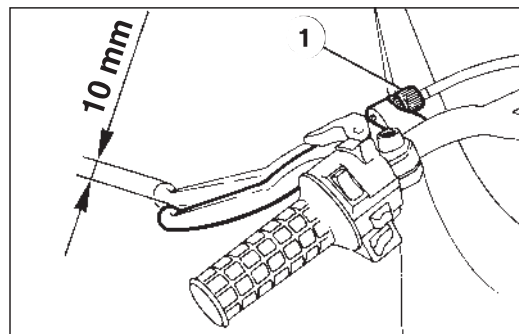

Fig. 19
- 1) Avvitare completamente il registro (1-Fig. 19) sulla leva sul manubrio per creare un gioco cavo.
Tramite l'apposito registro (1-Fig. 19), regolare quindi la corsa a vuoto della leva di comando che, misurata all'estremità, dovrà essere circa **10 mm** (Fig. 19).